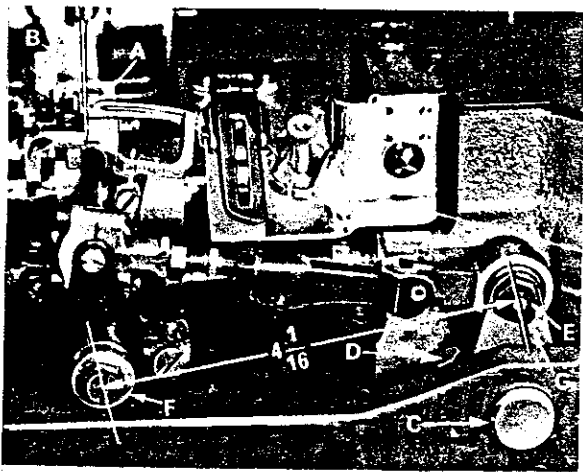

Fig. 5
Gire el volante en dirección de operación hasta que el looper se mueva desde la derecha hacia la izquierda y la punta del looper (A, Fig. 5) esté nivelado con el lado izquierdo de la aguja (B) oír detrás de la misma. Marque la altura de la aguja con respecto a la punta del looper. Se recomienda amarrar un hilo en la aguja a esta altura para marcarla. Gire el volante en la dirección opuesta al trabajo hasta que el looper se haya movido en frente de la aguja. La punta del looper estará en frente de la aguja y debe llegar a la misma altura del lado izquierdo de la aguja. Se permite una discrepancia de .005 de pulgada (.127mm) o el grueso de una hoja de periódico. Si la distancia es más que la señalada, es necesario mover el perno sincronizador (C, Fig. 5) hacia atrás. El perno sincronizador es un tapón hueco que se ve en la parte central inferior de la base de la máquina. El perno sincronizador (No. 52942 Y) se ve en (C, Fig. 5) en su posición relativo sobre el final de la barra osciladora de la palanca impulsora del looper (No. 52942 A).
barra osciladora de la palanca de impulso del looper, empujándola hacia el operario. Empuje la palanca (G, Fig. 5) hacia atrás contra el buje sin mover la barra de impulso, y apriete la tuerca (D, Fig. 5). La posición correcta de sincronización será una relación de 90 grados entre la líneas centrales de la palanca de impulso 52942 A y el cigüeñal.
Cuando el looper esté extremo derecho de su recorrido, revise la posición de la línea central del tornillo E en palanca G, Fig. 5 - (como 56341 B) y el centro del tornillo del oscilador del looper (F) como se ve en Fig. 5. Si tiene, utilice el calibrador No. 21227 CX. Quite la tuerca (E, Fig. 5) y coloque el agujero del calibrado sobre el perno roscado. El lado izquierdo del calibrador debe tocar contra el lado derecho del cono del oscilador del looper (F). Si es necesario ajustarlo, afloje el tornillo de fijación (D) y recolocó la palanca de impulso del looper (G) según sea necesario. Apriete el tornillo de fijación (D). Si no hay calibrador, No. 21227CX se puede revisar mediante una medida. La distancia entre el centro del tornillo del oscilador del looper (F) y la línea central del perno de la palanca del looper, debe de ser de 4 1/6" de pulgada (93.18mm).
El calibre es la distancia del centro de la aguja hasta la punta del looper cuando esté en su posición extremo derecho de su recorrido. En máquinas usadas se necesita empujar el looper hacia la derecha para hacer este ajuste. Este ajuste es uno de los primeros que se hace y tal vez el más importante en todas la máquinas de cadeneta. Es difícil hacer este ajuste sin el calibrador apropiado, o sea el No. 21225 5/32 o 7/32 . Se ve este calibrador en la Fig. 5,C.